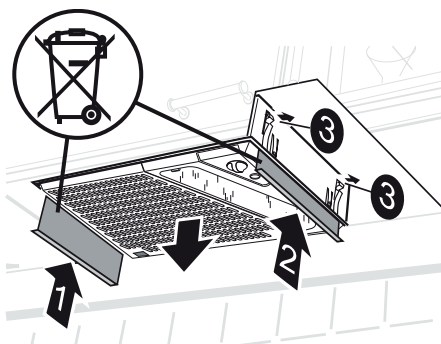

Fig.5
Tryck upp demonteringsplåtarna (1 och 2) mellan spiskåpan och inbyggnadsramen, så att fjädrarna (3) frigörs. Dra ner spiskåpan från inbyggnadsramen, Fig.5.